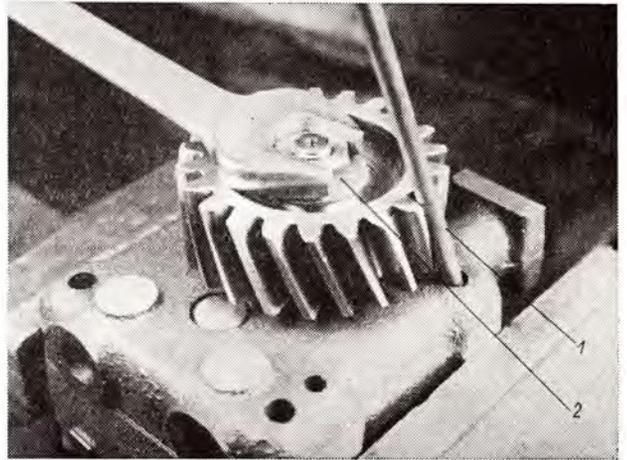

Abb. 11
1. Die Pumpe ist so in den Schraubstock einzuspannen, damit das Zahnrad nach oben zu stehen kommt (Abb. 11).
2. Die Mutter (Abb. 11/2) ist zu entsichern und das Zahnrad (Abb. 11/1) ist durch Einschiebung eines Stiftes in die vorgebohrten Öffnungen der Pumpe zu sichern.